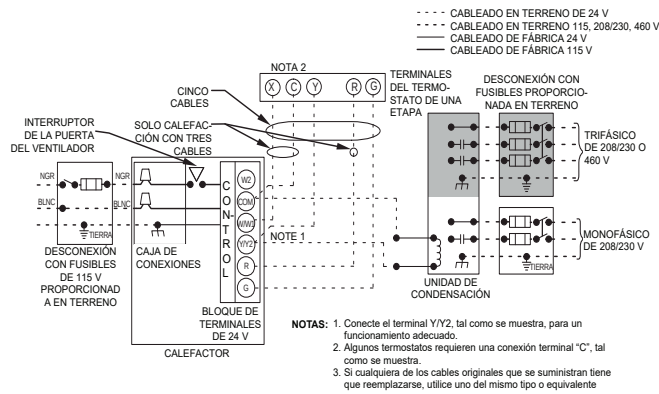

Fig. 32 – Diagrama de cableado de terreno bifásico
Consulte la Fig. 32 para ver un diagrama eléctrico in situ que muestra un cableado de 115 V típico. Compruebe que todas las conexiones de fábrica y realizadas sobre el terreno estén bien apretadas.
6. Conecte los cables de alimentación y neutro a los cables de alimentación del calefactor como se muestra en la Fig. 32.
5. Conecte los cables de alimentación y neutro del sitio a los cables de alimentación del calefactor como se muestra en la Fig. 32.
Fig. 32 para una función de enfriamiento adecuada. Utilice exclusivamente cable para termostato de cobre AWG número 18 con código de color.